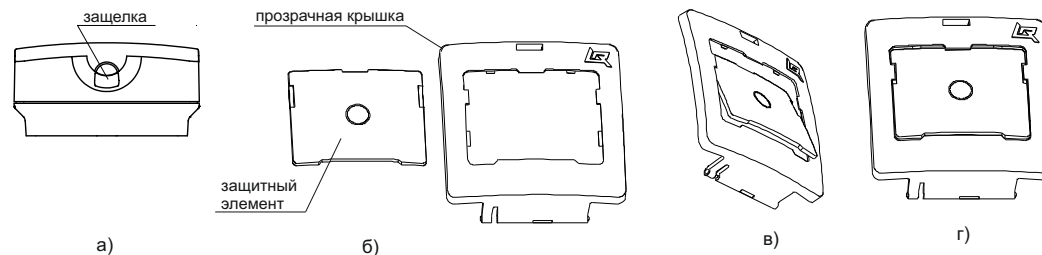

Рисунок 4
6.15 Для того, чтобы вставить защитный элемент необходимо открыть прозрачную крышку, поддев защелку в верхней части корпуса острым предметом (Рисунок 4 а). Далее прозрачная крышка показана отдельно от корпуса (снимать крышку с корпуса УДП не следует). Защитный элемент в положении, показанном на рисунке 4 б), ввести верхней кромкой в середину выреза прозрачной крышки (Рисунок 4 в) и, повернув, совмещая плоскости, защелкнуть нажатием на кромки защитного элемента (Рисунок 4 г).